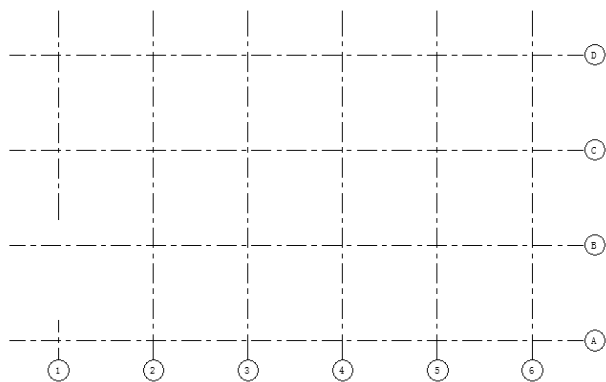

图 4-38 调整轴线长度
(6) 选择轴线，拖曳轴线端点  调整轴线的长度，如图 4-38 所示。